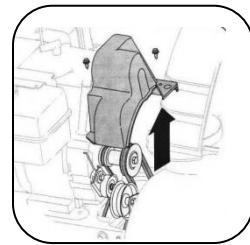

Figure 20
- Retirez le couvercle de la courroie à l'avant du moteur en retirant les deux vis auto-taraudeuses. Reportez-vous à la Figure 20.